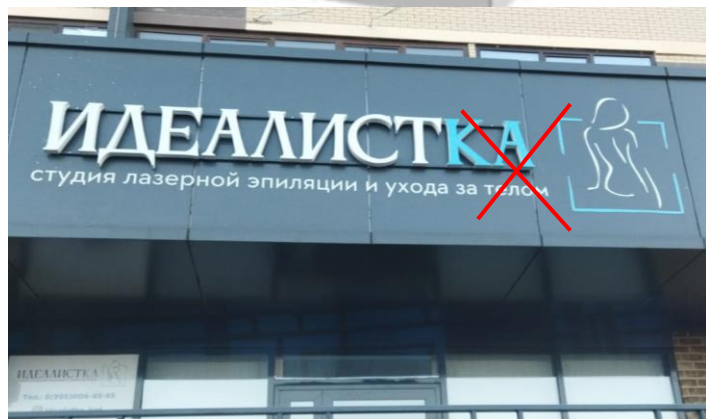

Рис. 3. Недопустимо использование клеевых элементов
- размещение клеевых элементов на плоскости фасада (пленка Oracle) (рис. 3);